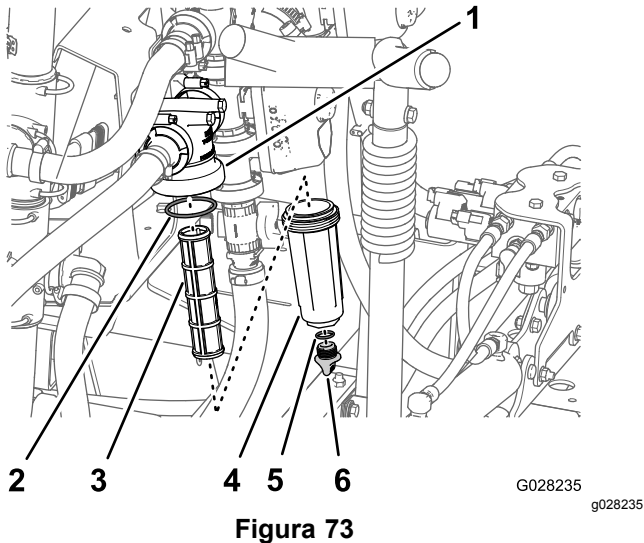

Figura 73
2. Allineate una bacinella di spurgo sotto il filtro della pressione (Figura 73).
3. Ruotate il tappo di spurgo in senso antiorario e rimuovetelo dal pozzetto del filtro della pressione (Figura 73).
4. Ruotate il pozzetto in senso antiorario e rimuovete la testa del filtro (Figura 73).
5. Togliete il vecchio elemento del filtro della pressione (Figura 73).
6. Controllate l'O-ring del tappo di spurgo (situato all'interno del pozzetto) e l'O-ring del pozzetto (situato all'interno della testa del filtro) per escludere danni e usura (Figura 73).
7. Montate il nuovo elemento del filtro della pressione sulla testa del filtro (Figura 73).
8. Montate il pozzetto sulla testa del filtro serrando manualmente (Figura 73).
9. Montate il tappo nel pozzetto serrando manualmente (Figura 73).